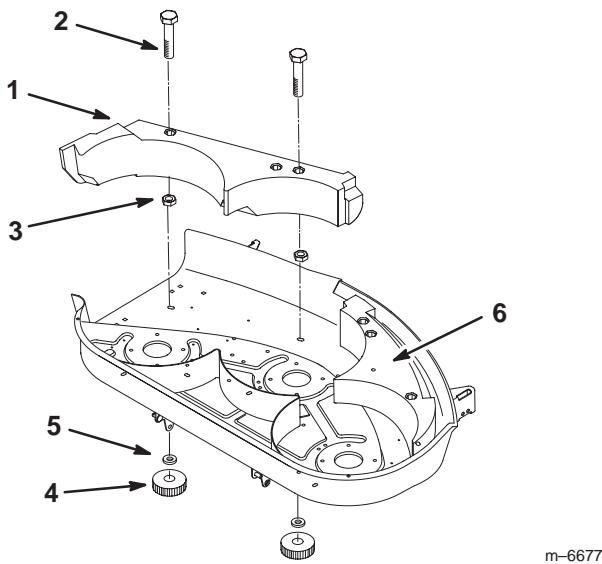

Figure 16
2. Retirez les boutons et les rondelles Belleville du déflecteur droit (Fig. 16).
4. Fixez le déflecteur droit au plateau de coupe avec les boutons et les rondelles Belleville (Fig. 16).